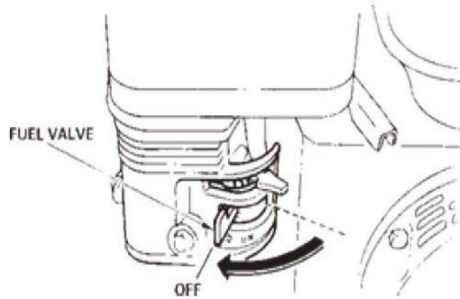

FIG.13
10.3 Cierre la válvula de cierre de combustible (FIG. 13) moviendo la palanca de la válvula de combustible a la posición APAGADO.